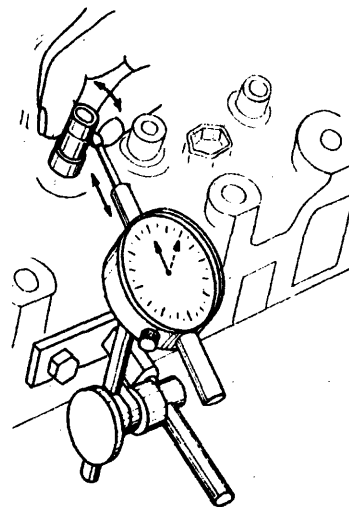

Fig. 4
- b Determine el juego (tolerancia) entre el vástago y la guía de la válvula (fig.4).